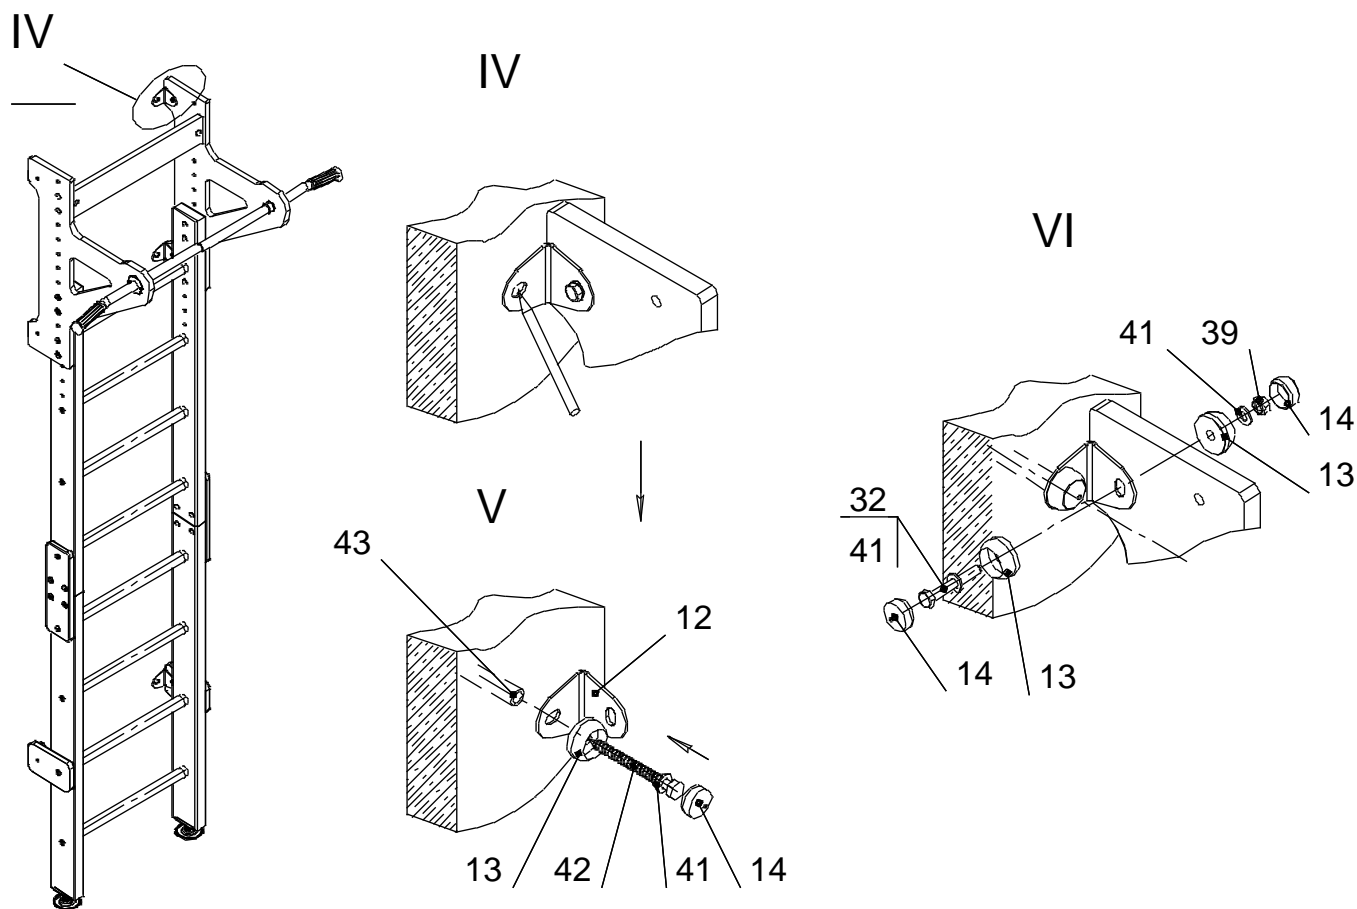

Рис. 9
- VI.** Приставить комплекс к стене и закрепить его к кронштейнам поз.12 (рис.9).